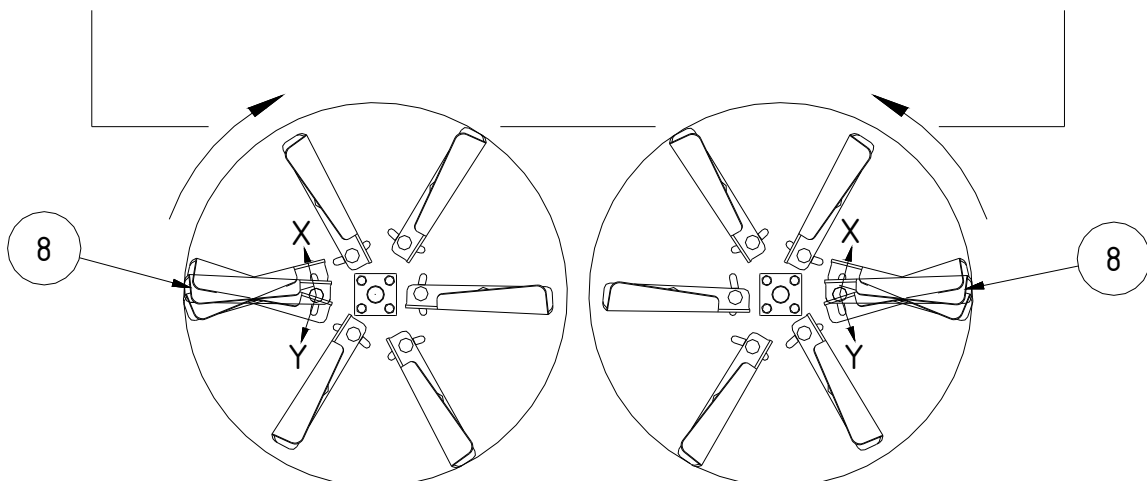

Abb. 4: Streuteller
- Drehung der Wurfschaufeln (siehe Tellereinstellung bei ungleichmäßigem Streubild - Abb. 4)
Die Wurfschaufeln (8) können je nach Bedarf innerhalb der Langlöcher verstellt werden (Abb. 4).